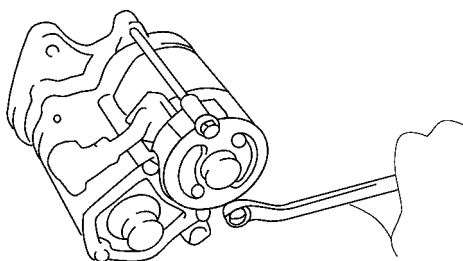

图 6-4 拆下 O 形密封圈
(2) 旋下两个贯穿螺栓, 从电磁开关部件拉出带电枢的磁场框架, 拆下 O 形密封圈 (1.4kW 型), 如图 6-4 所示。